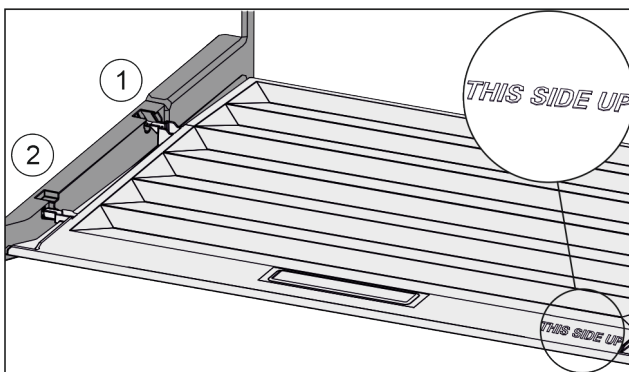

Fig. 125
- ▶ Prečke poklopca uvedite preko otvora stražnjeg držača Fig. 125 (1) i uglavite ih u držač Fig. 125 (2).